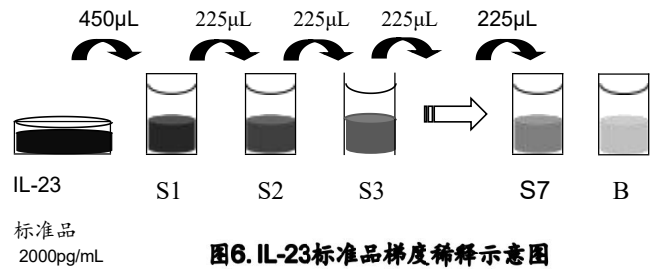

图6. IL-23标准品梯度稀释示意图
- 5) 重复上述操作, 连续稀释至S7管。以此创建标准曲线(见图6)。